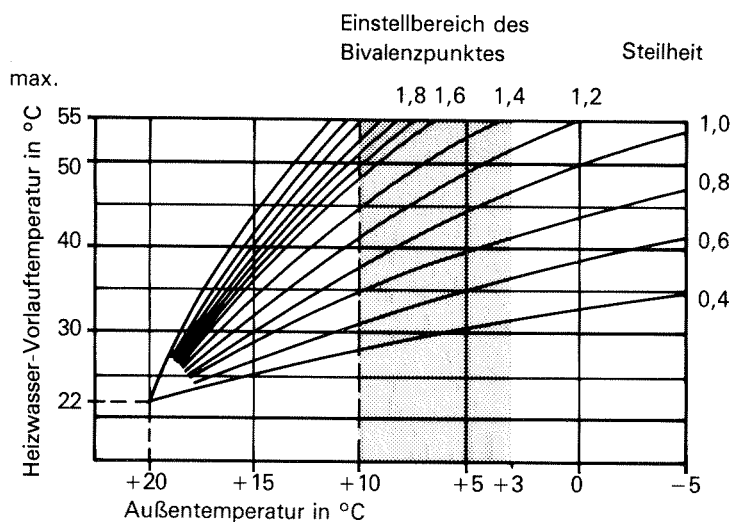

Abb. 14 Heizkurvendiagramm
Mit dem Einstellrad „STH“ wird die Heizkurve entsprechend dem Heizkurvendiagramm (Abb. 14) eingestellt. Mit dem Einstellrad „EH“ kann eine Parallelverschiebung der eingestellten Heizkurve zur Anpassung an die jeweiligen baulichen Gegebenheiten durchgeführt werden. Der mit dem Einstellrad „EH“ eingestellte Wert zeigt an, um wieviel Kelvin (K) die Heizwasser-Vorlauftemperatur von der eingestellten Heizkurve abweichen soll.
von der Außentemperatur ist dem Heizkurvendiagramm (Abb. 14) zu entnehmen.